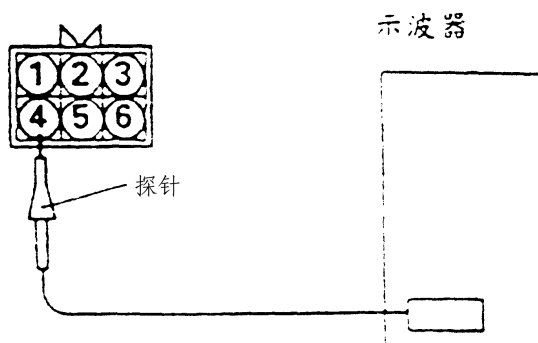

图 3-19 步进电机测量方法
- (1) 拆下步进电机的接头，并连接专用工具（测试线：MD998463）。
- (2) 如图 3-19 所示，将示波器的探头分别接到步进电机侧接头的 1 号端子（专用工具红色夹子）、3 号端子（蓝色夹子）、4 号端子（黑色夹子）以及 6 号端子（黄色夹子）。